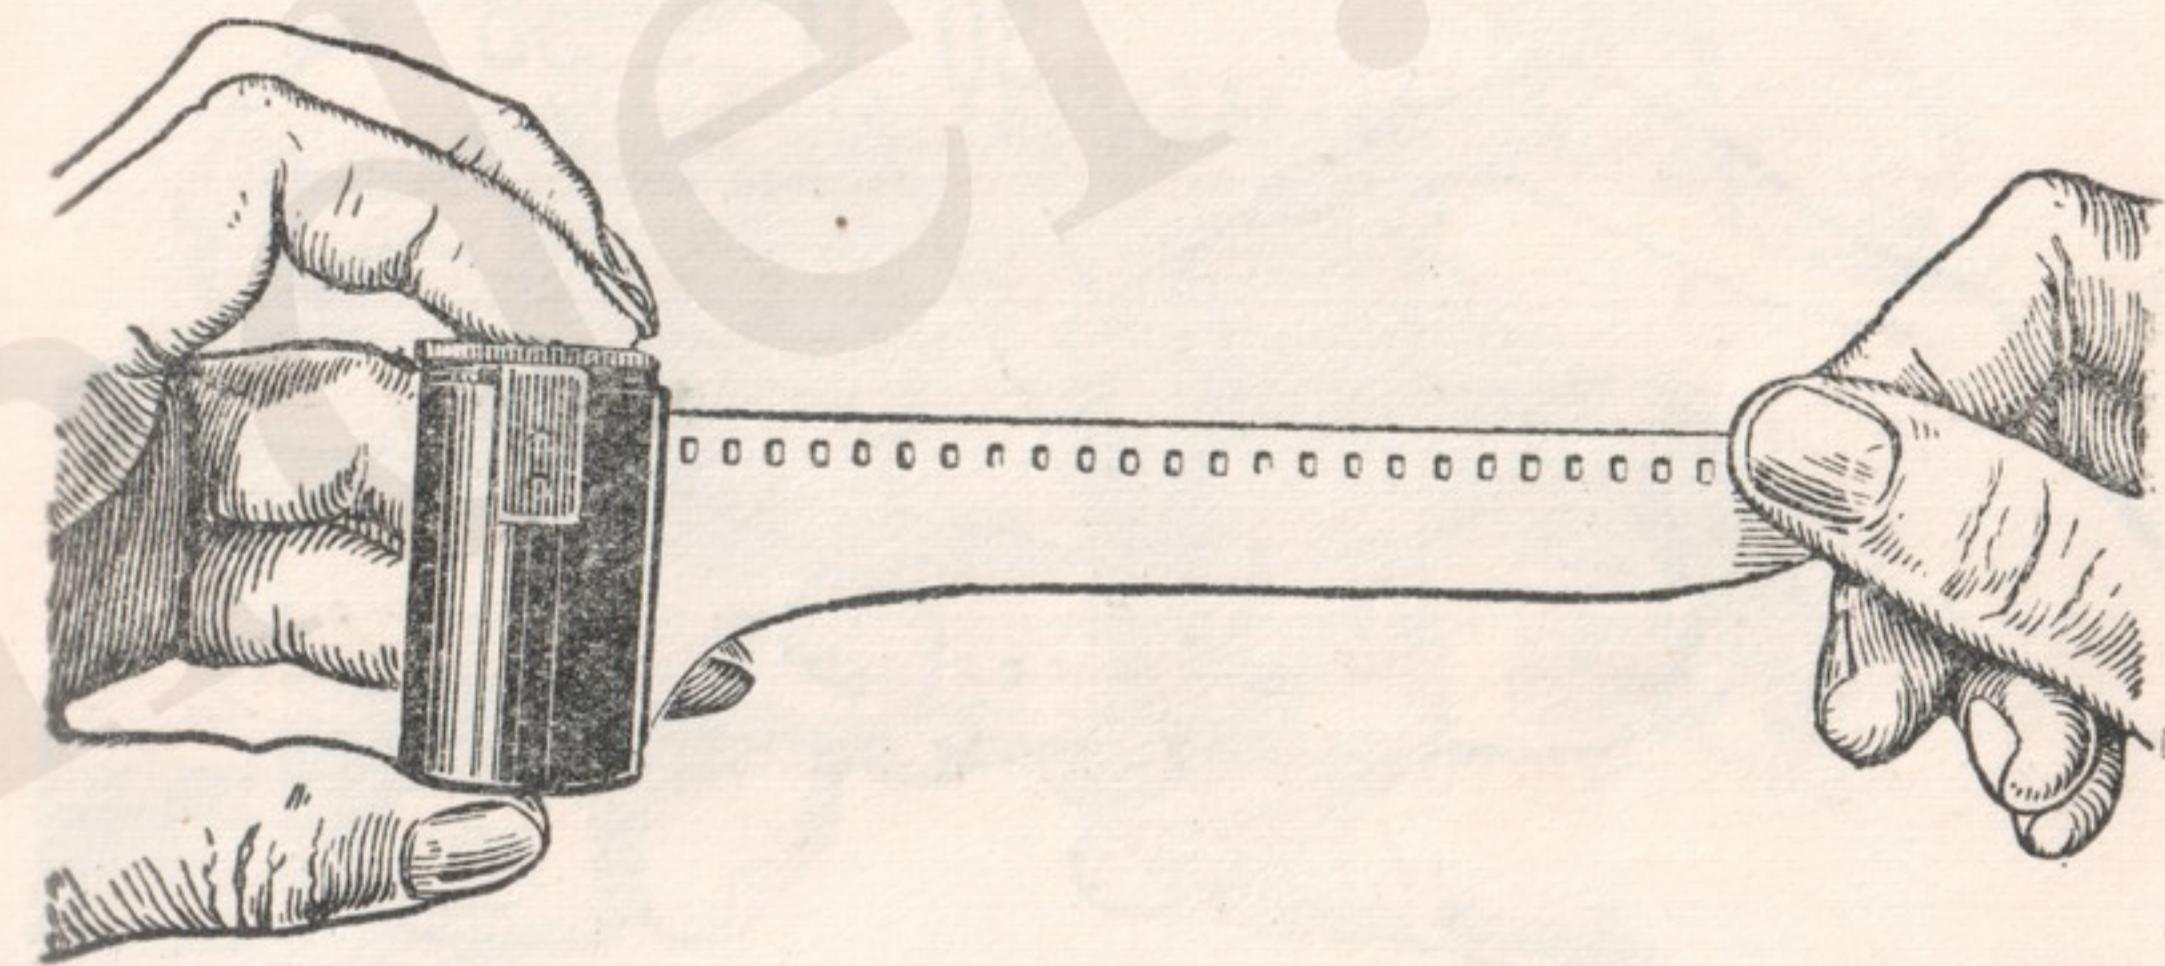

Рис. 9.
2. Вытяните из кассеты конец пленки длиной около 9—10 см и обрежьте его аккуратно по форме, показанной на рис. 9, или с помощью специального шаблона.